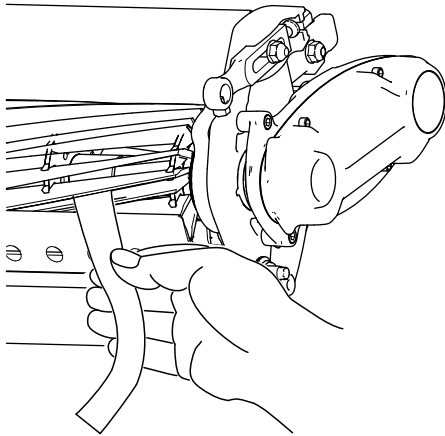

Figure 6
- B. Insérez une longue bande de papier de performance de coupe (réf. Toro 125-5610) entre le cylindre et la contre-lame, perpendiculairement à la contre-lame (Figure 6), puis tournez **lentement** le cylindre vers l'avant ; il devrait couper le papier ; si ce n'est pas
11. Insérez une longue bande de papier de performance de coupe (réf. Toro 125-5610) entre le cylindre et la contre-lame, perpendiculairement à la contre-lame (Figure 6), puis tournez **lentement** le cylindre vers l'avant ; il devrait couper le papier ; si ce n'est pas le cas, tournez chaque vis de réglage de la barre d'appui de 1 cran dans le sens horaire et répétez cette opération jusqu'à ce que le papier soit coupé.